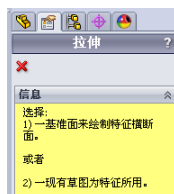

图 5-3 弹出【拉伸】属性管理器
(3) 执行操作后，即可弹出【拉伸】属性管理器，如图 5-3 所示。